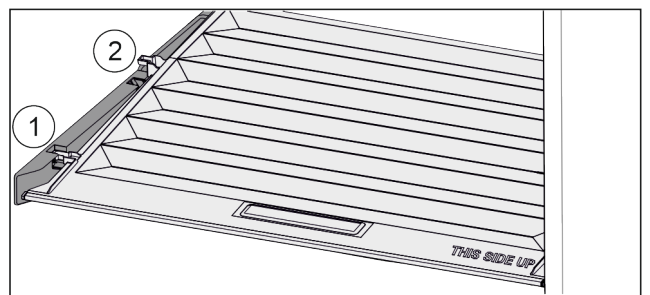

Fig. 107
- ▶ Кришку до отвору в деталях для підтримки потягнути вперед Fig. 107 (1).
- ▶ Підняти ззаду знизу та вийняти Fig. 107 (2) вгору.